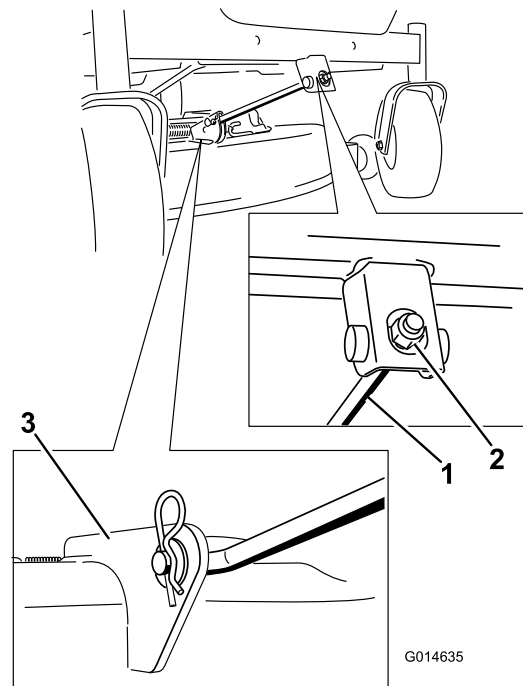

Figura 67
4. Retire la chaveta de la varilla de soporte delantera y retire la varilla del soporte de la carcasa (Figura 67).
8. Conecte la varilla de soporte delantera a la carcasa de corte con el pasador y la chaveta (Figura 67).